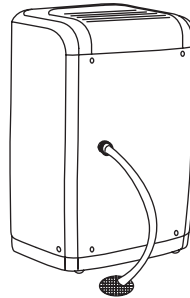

fig. 4
6. Placez l'extrémité du tuyau dans la canalisation d'évacuation. (fig.4)